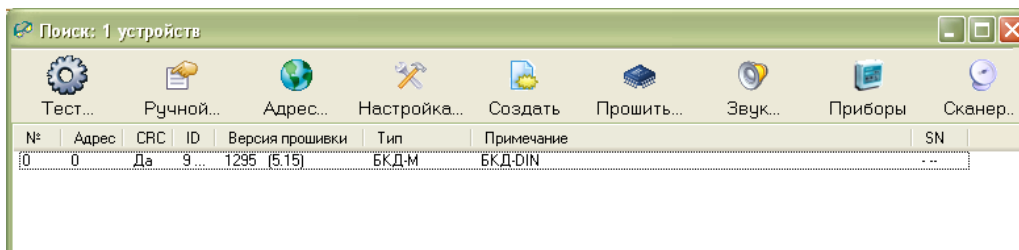

Рисунок 7 - БКД-DIN найден
Для обновления программного обеспечения следует в окне «Поиск» выбрать строку с контроллером, нажать на кнопку «Прошить...» (рисунок 7).
3) Выполнить поиск контроллера в программе RASOS (рисунок 7).
- 3) Выполнить поиск контроллера в программе RASOS (рисунок 7).